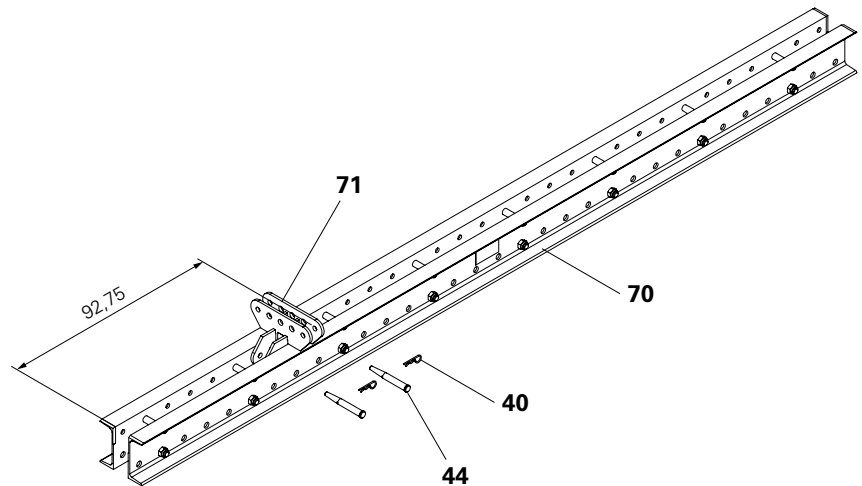

Fig. A1.02
- Il connettore a croce è applicabile solo in determinate posizioni del telaio. Assicurarsi che sia possibile montare anche tutti gli altri componenti della trave reticolare. (Fig. A1.02)
- Per il montaggio del primo telaio standard (1) posare due guide di ripresa (70).
- Sulle due guide di ripresa fissare rispettivamente un connettore a croce (71) con il perno calibrato (44) e assicurare con l'inserto a molla (40). (Fig. A1.02 + A1.03)
La posizione dei connettori a croce è uguale su tutte le guide di ripresa. (Fig. A1.02)